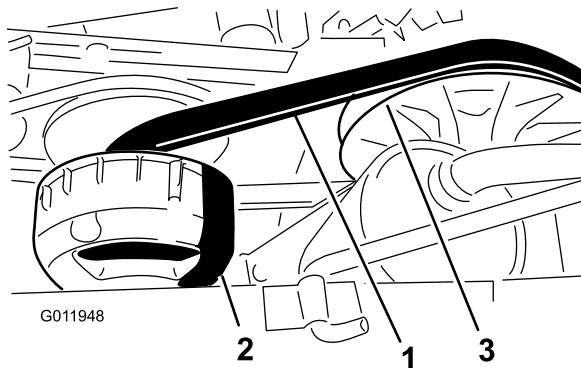

Figure 66
- Faites tourner la courroie (Figure 66) pour vérifier qu'elle n'est pas excessivement usée ou endommagée.
- Faites tourner la courroie et faites-la passer sur l'embrayage secondaire (Figure 66).
4. Enlevez la courroie de l'embrayage primaire (Figure 66).
5. Placez la courroie neuve sur l'embrayage principal (Figure 66).
6. Faites tourner la courroie et faites-la passer sur l'embrayage secondaire (Figure 66).